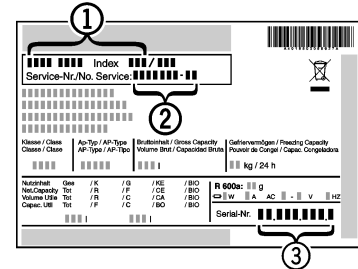

Fig. 7
- ▶ Cihazın adını Fig. 7 (1), servis numarasını Fig. 7 (2) ve seri numarasını Fig. 7 (3) model plakasından okuyun. Model plakası, cihazın iç kısmında, solda bulunur.
- ▶ Müşteri hizmetlerini haberdar edin ve hatayı, cihazın adını Fig. 7 (1), servis numarasını Fig. 7 (2) ve seri numarasını Fig. 7 (3) bildirin.